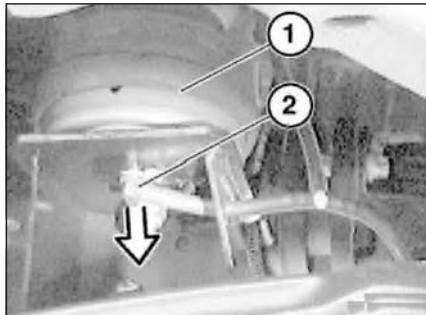

Рис. 13.7. Вакуумный шланг («М57»)
- Снять левый и правый щиток двигательного отсека («М57») и отсоединить вакуумный шланг (2, рис. 13.7) от подушки крепления двигателя, справа и слева.